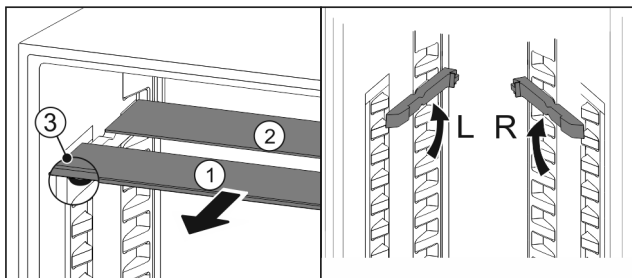

Fig. 94
- Glasplatten einzeln nach vorne herausziehen Fig. 94 (1).
- Glasplatte Fig. 94 (1) mit Zierleiste liegt vorne.
- Stopps Fig. 94 (3) zeigen nach unten.